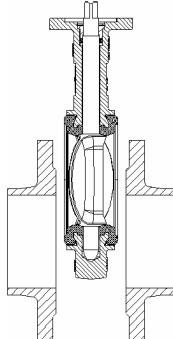

рис. 1
- заслонка устанавливается между фланцами без трудности и без повреждений футеровки (см. рис. 1). Если расстояние между фланцами недостаточное, дополнительно используйте фланцевую распорку;